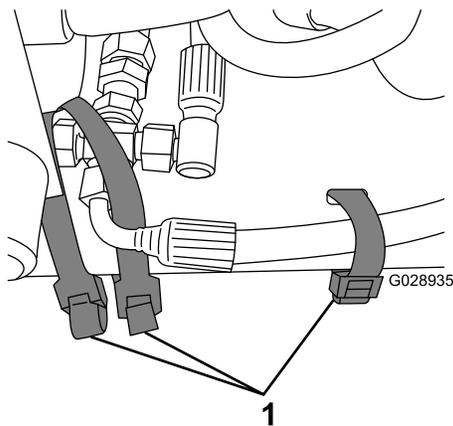

Figura 3
8. Certifique-se de que os tubos do motor do lado direito e do lado esquerdo estão junto ao membro da travessa do chassis e prenda o adaptador cruzado e os tubos à estrutura utilizando 3 braçadeiras (Figura 3).